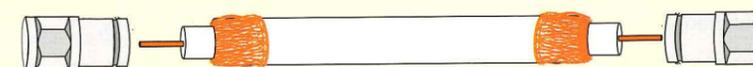

Figura 6.87. Cable coaxial de conexión.
- 6.1. **Latiguillo de cable coaxial con conectores F.** Utilizando la peladora de cable coaxial prepara los extremos de un trozo de cable coaxial, de manera que el conductor central sobresalga unos 6 mm, dejando también descubierta unos 6 mm la malla. Desplaza la malla sobre la cubierta del cable e inserta el conector F en el extremo del cable, dejando sobresalir el conductor central 1 mm aproximadamente por la parte delantera del conector (Figura 6.87). Comprueba la correcta continuidad del tramo de cable coaxial.